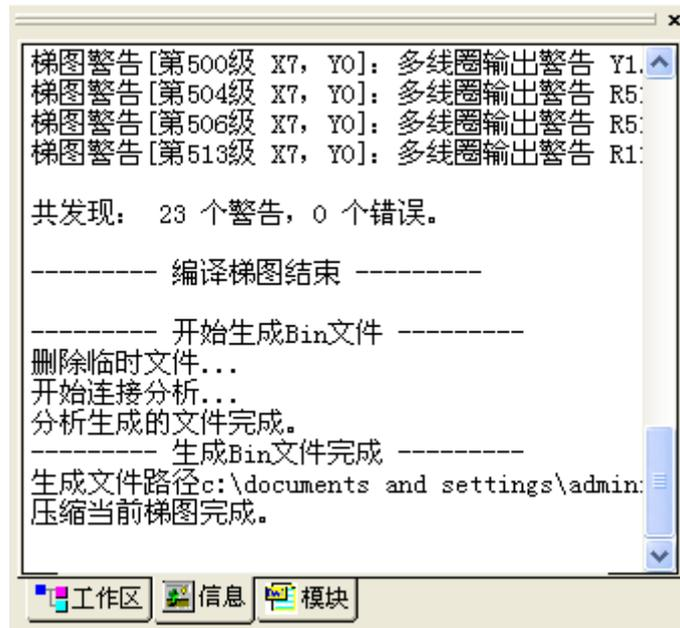

图 5.4 存在工程的情况下生成 Bin 文件的输出提示信息
- ◆ 若单击“是”，则从当前梯图建立工程，然后生成 Bin 文件，并对文件进行压缩。输出的提示信息如图 5.4 所示。